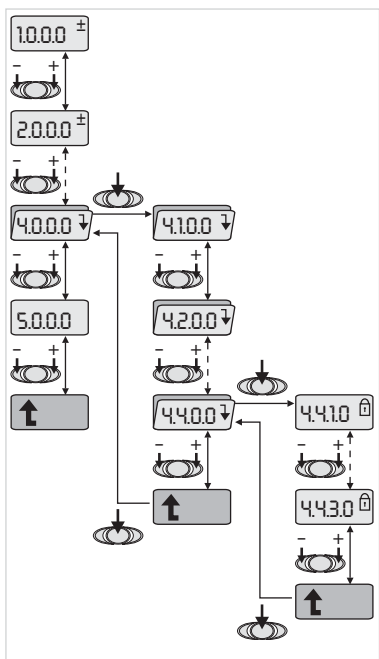

Fig. 32: Esempio di navigazione
- Effettuare la navigazione generale nel menu come segue (come mostra l'esempio nella fig. 32):